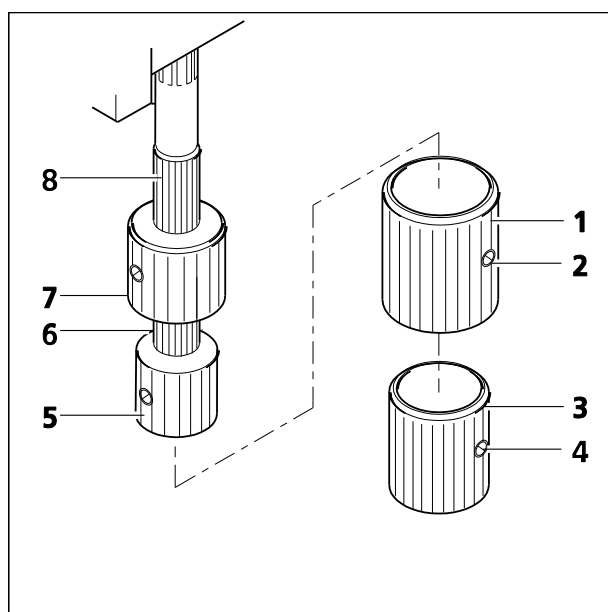

Figure 3-15 Réglage de l'entraînement ergonomique
- Dévisser tout d'abord les deux vis de serrage (Figure 3-15/4) de la douille supplémentaire inférieure (Figure 3-15/3) et la retirer par le bas, puis dévisser les deux vis de serrage (Figure 3-15/2) de la douille supplémentaire supérieure (Figure 3-15/1) pour la retirer également vers le bas.
- Retirer les douilles supplémentaires (Figure 3-15/1 et 3) des boutons-poussoirs, le cas échéant. Pour ce faire, dévisser les vis de serrage.
- Faire glisser la tige pivotante X vers le bas (Figure 3-15/5), puis faire glisser la tige pivotante Y vers le haut (Figure 3-15/7).
- Maintenir la tige pivotante X (Figure 3-15/5) en place et tourner la bague moletée de couleur claire (Figure 3-15/6) située au-dessus soit vers la droite (facile), soit vers la gauche (difficile) jusqu'à ce que la fluidité de mouvement souhaitée soit obtenue.
- Maintenir la tige pivotante Y (Figure 3-15/7) dans en position et tourner la douille moletée de couleur claire (Figure 3-15/8) située au-dessus soit vers la droite (facile), soit vers la gauche (difficile) jusqu'à ce que la fluidité de mouvement souhaitée soit obtenue.